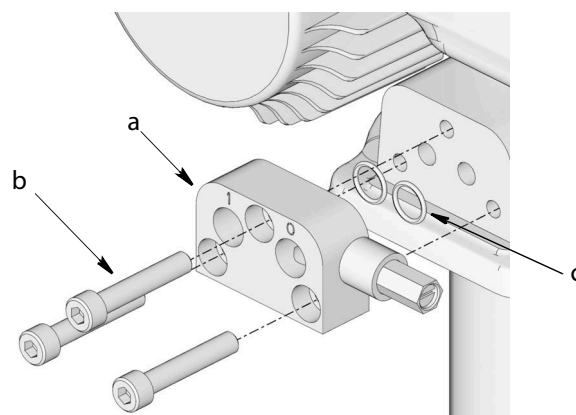

Рис. 3
5. Выкрутите и выбросьте 3 винта с головкой под торцевой ключ (b) на переходном блоке (а) (Рис. 3).
6. Снимите переходный блок (а) и уплотнительные кольца (с) (Рис. 3). Обеспечьте утилизацию этих деталей в соответствии с действующими правилами. Они не пригодны для повторной установки.